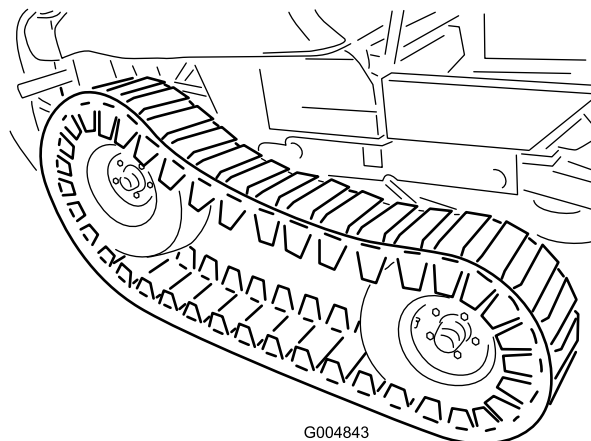

Figura 30
21. Ajuste el gato a una altura adecuada para instalar el neumático delantero. Con la ayuda de otra persona, eleve la parte delantera de la oruga lo suficiente para poder instalar cuidadosamente los neumáticos delanteros (Figura 30).